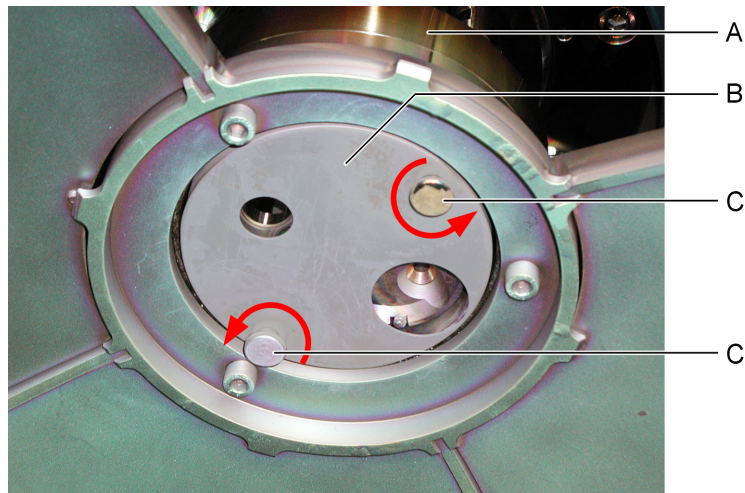

Abb. 6-9
- 2 Entfernen Sie den Bedampfungsschutz (Pos. B in Abb. 6-9, 119). Drehen Sie dazu die beiden Rändelschrauben (Pos. C in Abb. 6-9, 119) gegen den Uhrzeigersinn, bis Sie den Bedampfungsschutz nach unten abziehen können.